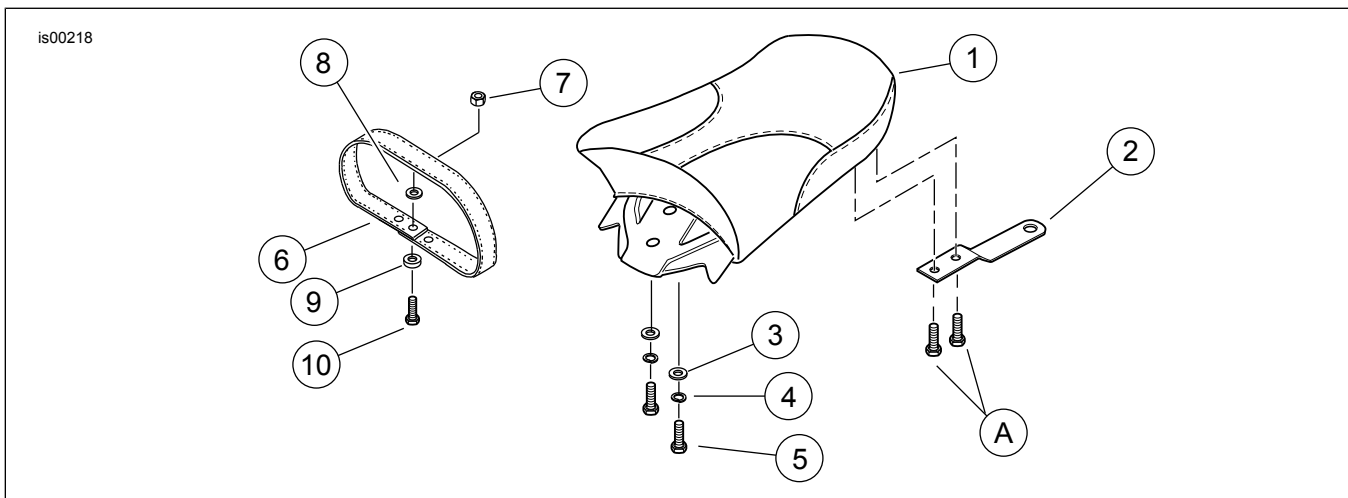

Figura 4. Peças de reposição: assento da garupa do passageiro FXD
Veja a Figura 4 e a Tabela 1.
4. Veja a Figura 4. Instale o suporte do assento original na garupa com os parafusos hexagonais originais.